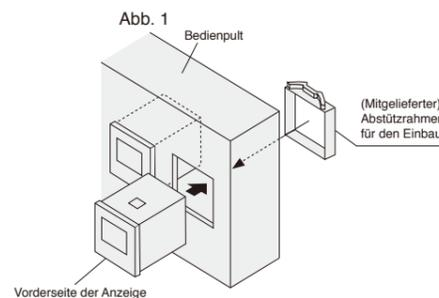

Abb. 2 Abmessungen der ausgeschrittenen Öffnung
1. Eine Öffnung in den angegebenen Abmessungen ausschneiden (Abb. 2).